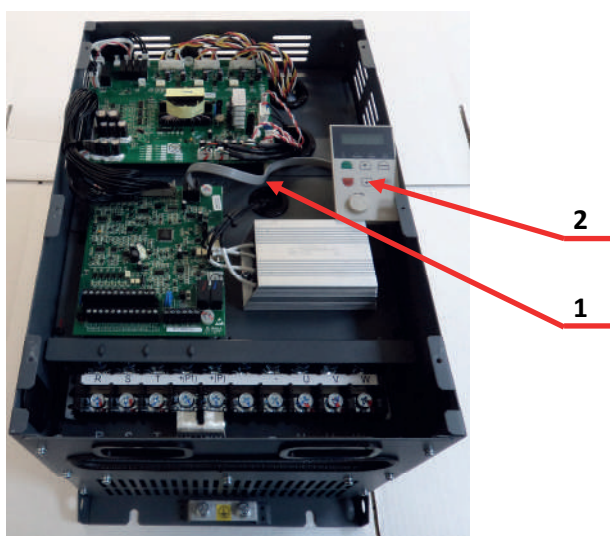

Рис.4.10
- 4.9.3. Присоединить свободный разъем патч-корда поз.1 к пульту управления поз.2 (рис. 4.10).